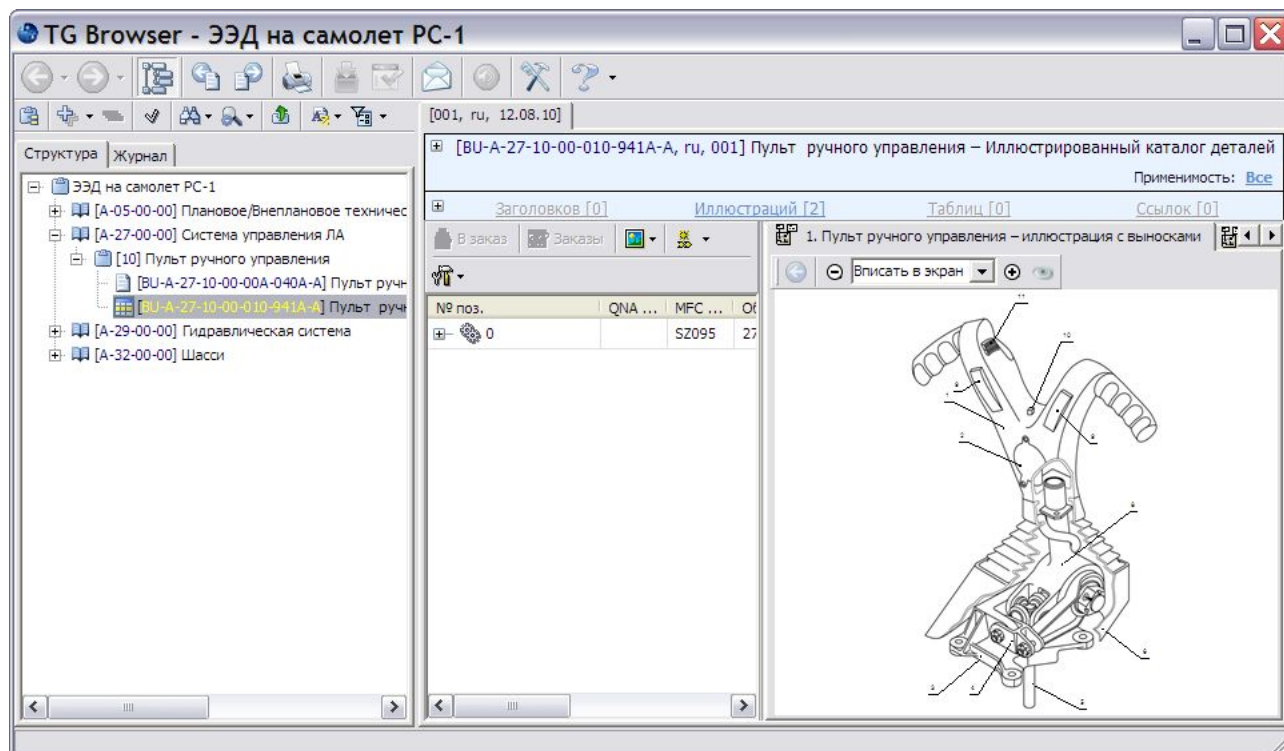

Рис. 4.51
2. На вкладке **Структура** найдите название модуля данных и щелкните по нему левой кнопкой мыши. Справа появится окно просмотра модуля данных (в рассматриваемом примере - электронного каталога (Рис. 4.51)).
В окне просмотра рядом с вкладкой **Карточка каталога** находится вкладка с иллюстрацией пульта ручного управления. В окне отображения структуры каталога выделите любую ячейку строки с элементом «Мини-штурвал». При этом на иллюстрации подсветится выноска, соответствующая значению номера позиции «№ поз.» выделенной строки каталога. При выборе выноски на иллюстрации подсветится ячейка строки каталога с соответствующим выноске элементом (Рис. 4.51).